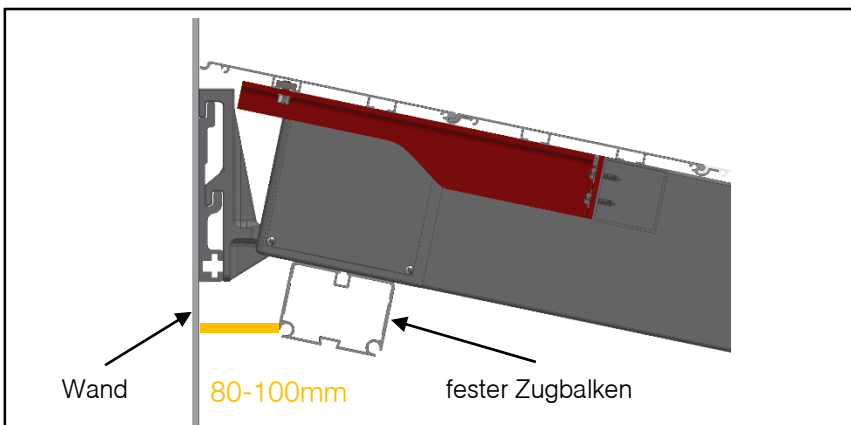

Abbildung 5 – Seitenansicht: Platz um die Verschraubung am Nutenstein anzuziehen
- Dazu bleibt der Platz zwischen Wand und dem fest montierten hinteren Zugbalkenprofil (Abbildung 5)